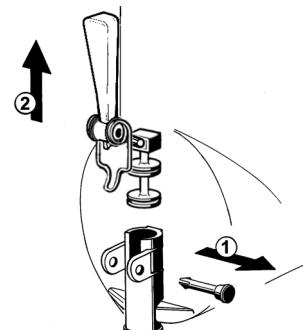

figura 10
5 Desarmar el grifo respetando la secuencia indicada (ver figura 10).
- 2 Armar de nuevo el grifo sobre el contenedor siguiendo la secuencia inversa a la detallada para el desmontaje (verde figura 10).